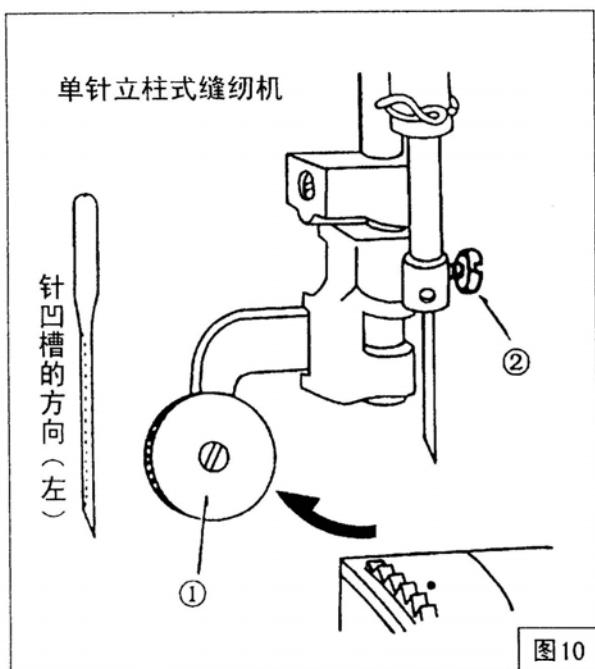

图 10
13、针的装配方法（图 10、11）
单针立柱缝纫机：扳起压脚扳手，用手转动主动轮，打开滚轮压脚（如图 10），松开机针接头螺钉，如图所示，将机针有凹槽的一面置左，然后将针插入针杆并插到底，拧紧机针接头螺钉。